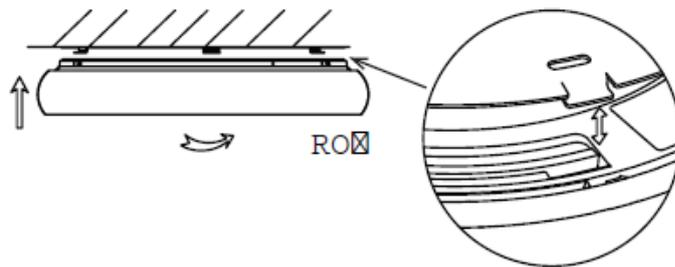

Рис.2
1.3. Вкрутите светильник в крепление (Рис. 2)